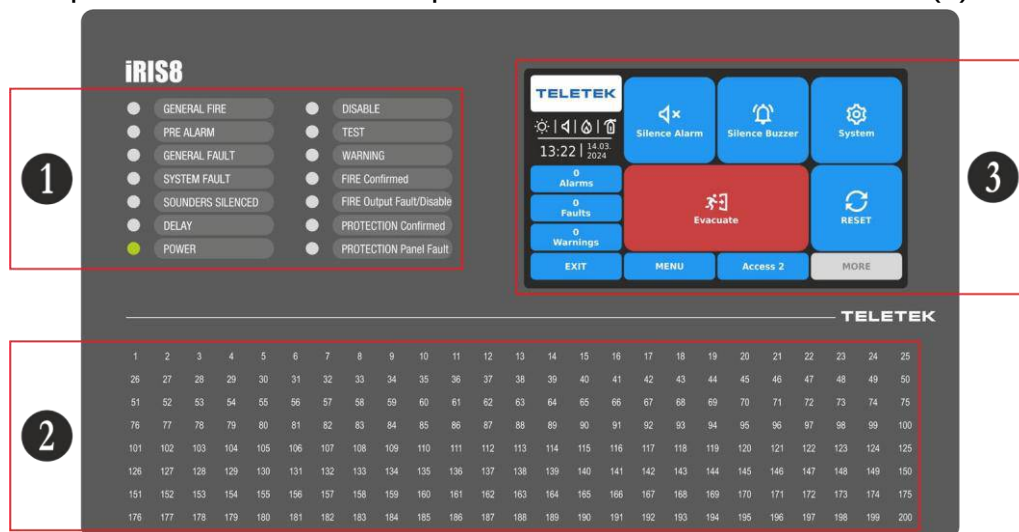

Figura 12
1. Panoul Front Panoul frontal al iRIS8 prezintă informații detaliate despre starea curentă a sistemului (1) și zonele activate (2) prin indicație LED. Funcționarea, controlul și programarea panoului se realizează prin intermediul ecranului TFT (3) – Figura 12.